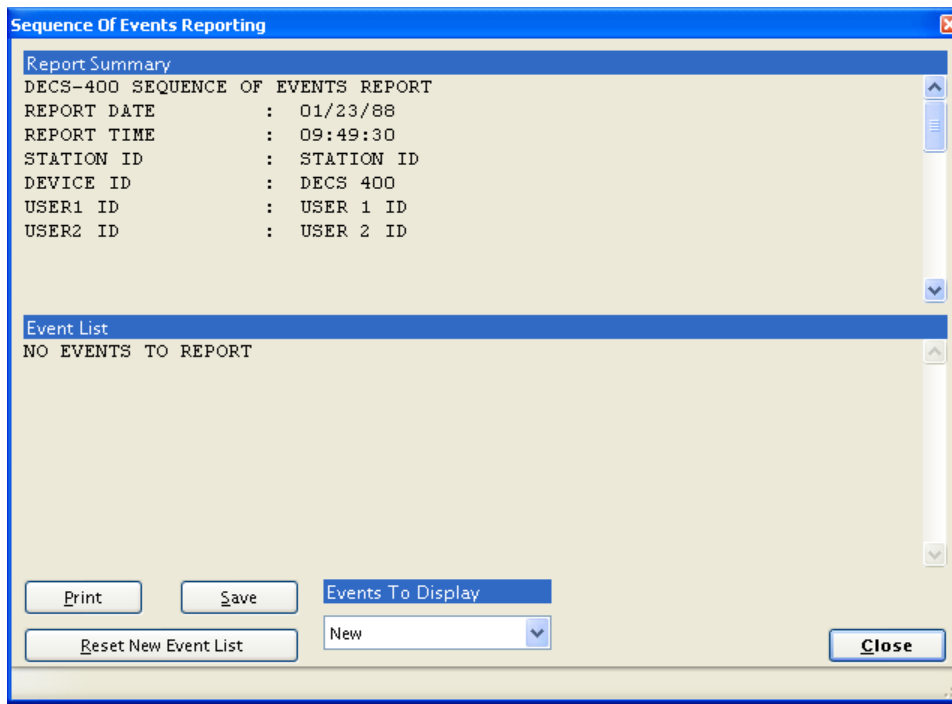

Figura 4-46. Pantalla Informe de secuencia de eventos
*View Sequence of Events (Ver secuencia de eventos)* Al hacer clic en este botón se muestra la pantalla Sequence of Events Reporting (Informe de secuencia de eventos) (**Figura 4-46**). Las vistas y los controles de la pantalla Sequence of Events Reporting (Informe de secuencia de eventos) se describen en los próximos párrafos.